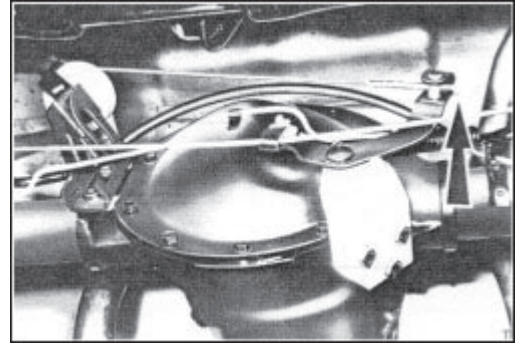

Abb. 9 Einstellung des vorderen Seilzuges
2. Vorderen Seilzug einstellen, Abb.9.